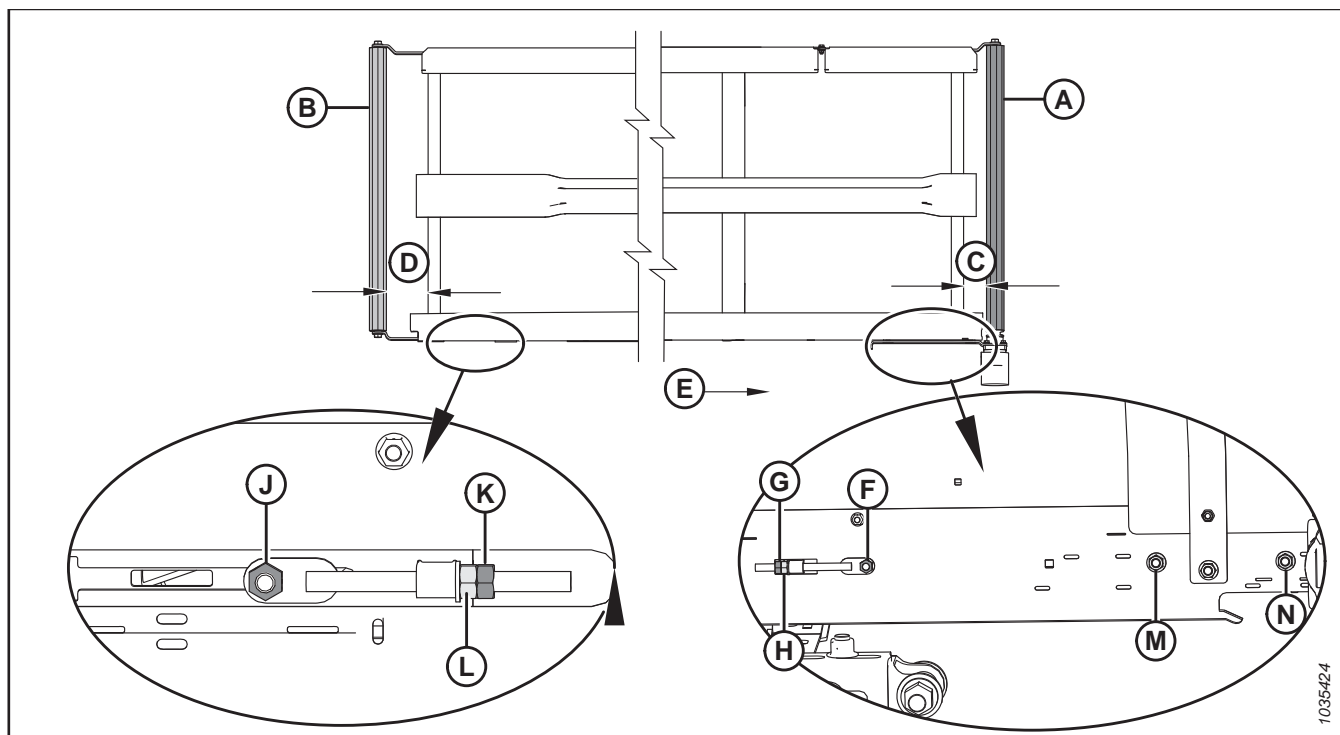

Рисунок 4.250: Регулировка хода полотна — левое полотно
2. Отрегулируйте приводной ролик (А), чтобы изменить параметр С (см. таблицу 4.2, страница 442 и рисунок 4.250, страница 442), выполнив следующее.
- a. Ослабьте гайки (F), (M) и (N), а также контргайку (G).
- b. Поверните регулировочную гайку (H).
- c. Затяните гайки (F), (M) и (N), а также контргайку (G).
3. Отрегулируйте натяжной ролик (В), чтобы изменить параметр D (см. таблицу 4.2, страница 442 и рисунок 4.250, страница 442), выполнив следующее.
- a. Ослабьте гайку (J) и контргайку (K).
- b. Поверните регулировочную гайку (L).